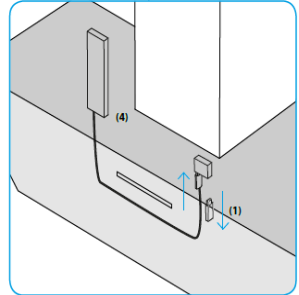

Fig. 3 Simple mounting of the Receiver. The receiver is installed easily without extra tools. Remove the Stick (1) inside the hood and insert the Receiver (4).
Abb. 3 **Einfache Montage des Receivers** Der Receiver lässt sich ohne zusätzliches Werkzeug einfach montieren: Schräge vom vorn öffnen, Stick (1) an der **Innenseite** der Haube entfernen und den Receiver (4) einstecken.
Fig. 3 Montage facile du récepteur, il est possible d'installer facilement le récepteur sans outil supplémentaire : Ouvrez la hotte inclinée par le devant, retirez le stick (1) de la hotte aspirante en insérant le récepteur (4).